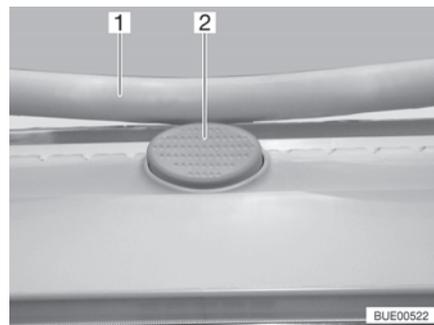

Fig. 20 Bouton de sécurité (lanterneau Heki)
- Appuyer sur le bouton de sécurité (Fig. 20,2) et tirer l'étrier (Fig. 20,1) vers le bas avec les deux mains.
- Pousser l'étrier vers le haut avec les deux mains jusqu'à ce que ce dernier se trouve au-dessus du bouton de sécurité (Fig. 20,2).